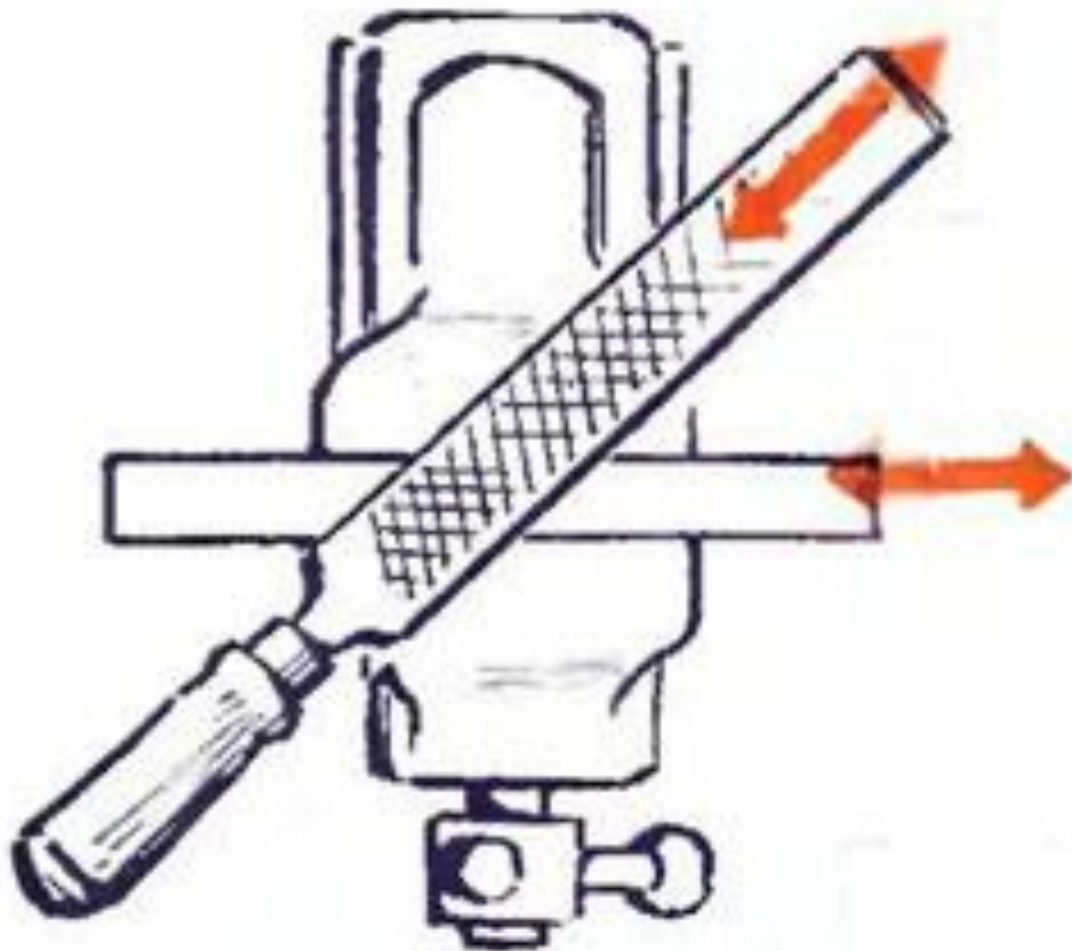

Рисунок 4
- При опиливании ладонь левой руки накладывают поперек напильника у его конца, а правой охватывают рукоятку напильника. Движение напильника должно быть строго горизонтальным. Опиливание металлов аналогично обработке древесины рашпилем (см.рис.4). Поверхность заготовки лучше всего опиливать так называемым перекрестным штрихом. При такой обработке сначала опиливают плоскость детали справа налево под углом 30-40 градусов к боковой стороне тисков, а затем таким же образом производят опиливание слева направо. Для опиливания криволинейных поверхностей применяют напильники с различной формой поперечного сечения.